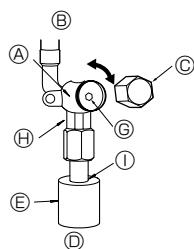

Fig. 4-5
#### (1) Lato del gas di P100-P140 (Fig. 4-5)
- ① Togliere il cappuccio e girare fino a quando è possibile l'asta della valvola in senso antiorario utilizzando una chiave esagonale di 4 mm. Smettere di girare quando si urta l'otturatore.